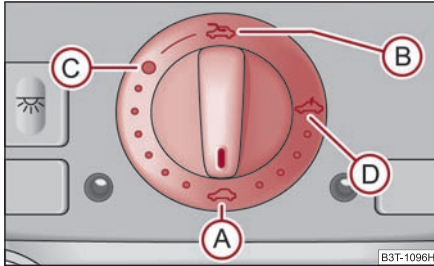

Fig. 52 Comutator rotativ pentru trapa/plafonul glisant electric
Trapa/plafonul glisant se poate deschide și închide când contactul este pus, de la comutatorul rotativ ⇒ fig. 52. Comutatorul rotativ are mai multe poziții.
- Rotiți comutatorul în poziția **C** ⇒ fig. 52.
- Rotiți comutatorul în poziția **A** ⇒ fig. 52.
Plafonul glisant este prevăzut cu protecție la suprasolicitare. Când închiderea este blocată de un obstacol (de ex. gheața), trapa se oprește și se deschide complet. Puteți închide trapa fără activarea protecției la suprasolicitare apăsând comutatorul în poziția **A** ⇒ fig. 52 în față, până când trapa se închide complet ⇒ .
După fiecare acționare de urgență trapa trebuie adusă în poziția de bază. De aceea trebuie să rotiți comutatorul în poziția **A** ⇒ pagina 57, fig. 52 și să îl apăsați cca. 10 secunde. ■